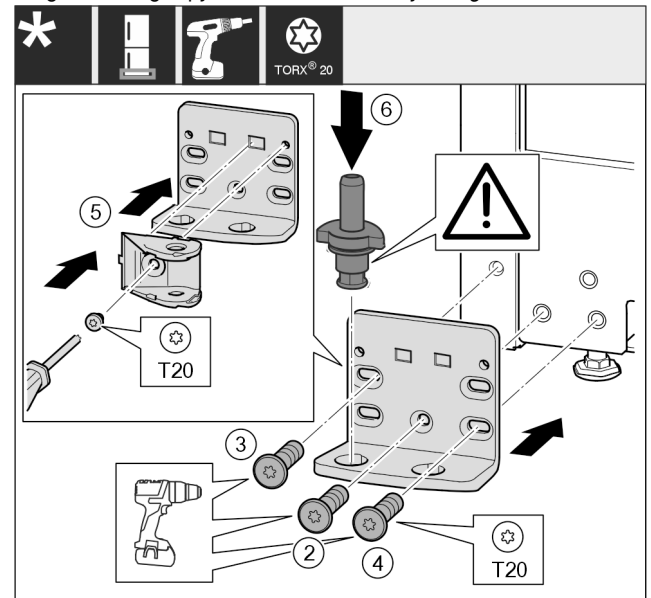

Fig. 26
- ▶ Lagerbok aan de andere zijde plaatsen en met behulp van een schroevendraaier T20 er in schroeven. Met schroef 2 onder in het midden beginnen. Fig. 26 (2)
- ▶ Schroef 3 en 4 vastschroeven. Fig. 26 (3,4)
- ▶ Sluitdemperverbinding 180° draaien. Aan de andere zijde van het lagerbok met een schroevendraaier T20 er in schroeven. Fig. 26 (5)
- ▶ Lagerbouten volledig insteken. Let hierbij op dat het vergrendelingslipje naar achteren wijst. Fig. 26 (6)